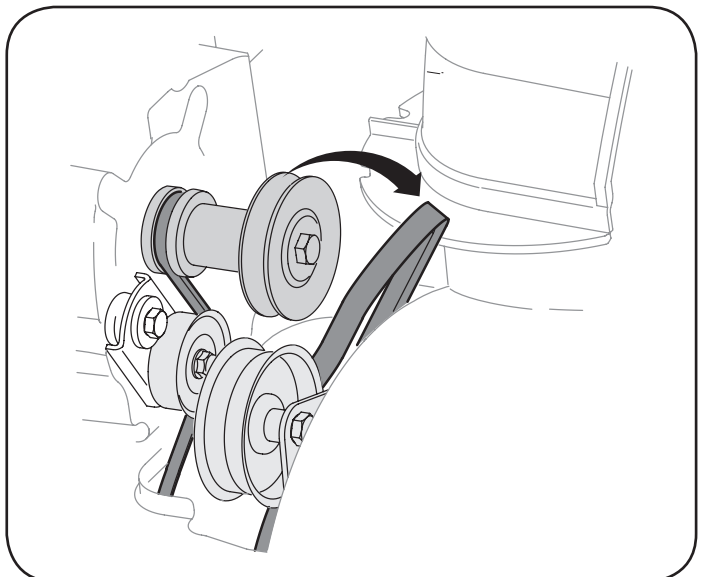

Figura 28
3. Saque la correa de la barrena de la polea del motor. Vea la Figura 28.